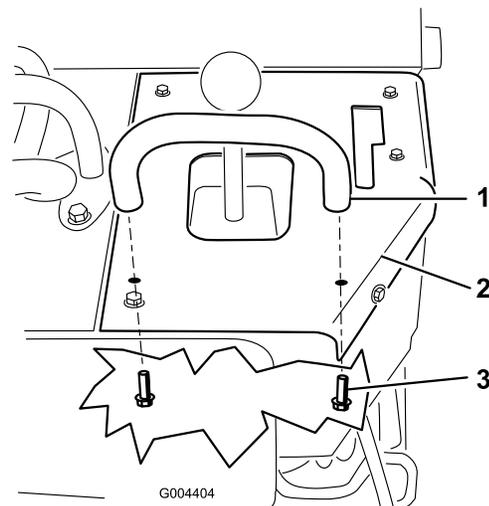

Figura 9
3. Fije el agarradero al panel de control usando 2 pernos de arandela prensada (5/16 x 3/4 pulgada), instalándolos desde dentro (Figura 9).